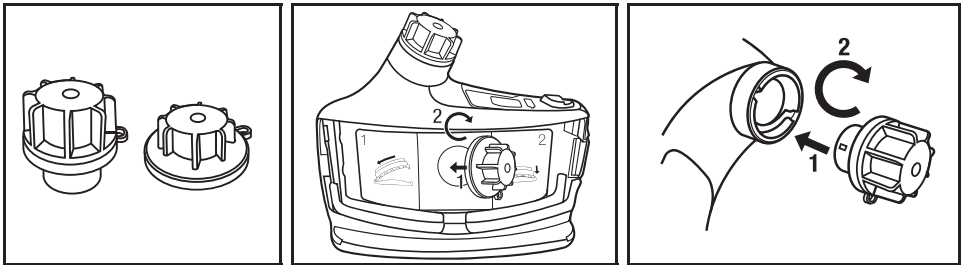

Fig. 16 Conexión del ventilador de motor, limpieza y almacenamiento de cubiertas
- Si requiere limpieza adicional, retire el filtro/cartucho y el tubo de respiración. Para minimizar la caída de material en el ventilador de motor, quite el tubo de respiración (Fig. 12) y filtro/cartucho (Fig. 6) cuando esté mirando hacia abajo. Retire la batería. Conecte los tapones de entrada y salida de aire para limpieza y almacenamiento (Kit de almacenamiento y limpieza 3M™ TR-653) al TR-600 (Fig. 16). Ahora ya puede sumergir el TR-600 o ponerlo en una lavadora para respiradores para limpiarlo mejor. La temperatura del agua no debe exceder 50°C (122°F). Antes de cada uso, revise que los empaques del tapón deben no estén dañados o desgastados. Debe reemplazar los empaques desgastados o dañados. Lavar el TR-600 con empaques de tapón dañados puede estropear al TR-600 e invalidar la garantía. No debe sumergir ni colocar en una lavadora de respirador los ventiladores dañados o que se le hayan caído, debido la posible entrada de agua. **NOTA: Debe reemplazar los empaques cada 30 usos, o al año, lo que ocurra primero, para minimizar el uso de empaques desgastados.**